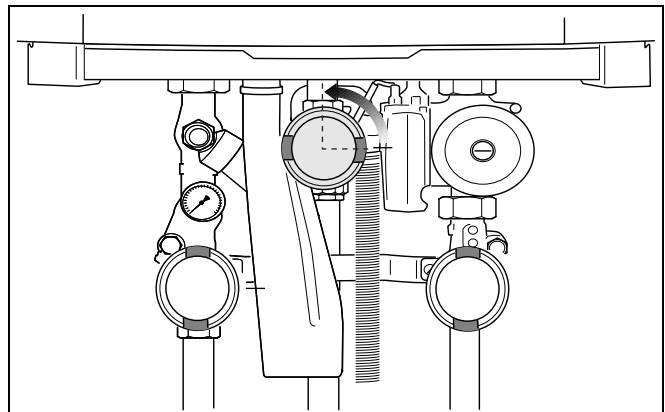

Рис. 115 Открытие крана для подачи газа
- Медленно открыть газ. Для этого нажать кран для подачи газа и повернуть влево на $\frac{1}{4}$ оборота (рис. 115).